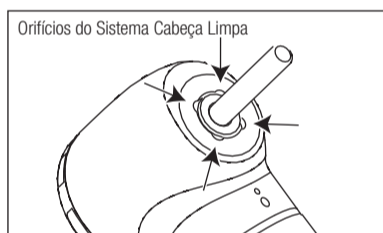

Fig. 9
- 1) Elimine a sujidade e os resíduos dos orifícios do Sistema Cabeça Limpa com o arame e a escova de limpeza (fornecidos como acessórios da turbina). (Fig.9)